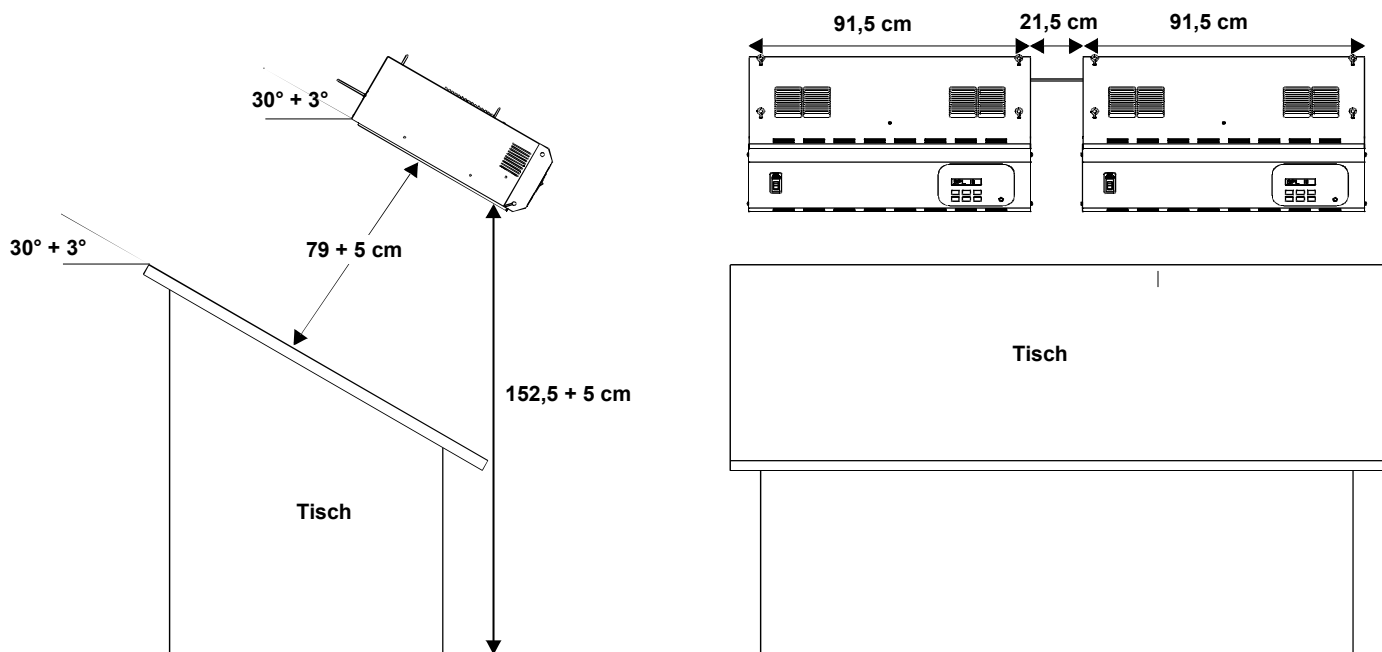

Abbildung 10. Empfohlene Installation der Deckenleuchte
3. Befestigen Sie die Ketten (nicht im Lieferumfang enthalten) den Ringbolzen, und hängen Sie den Leuchtkörper in der gewünschten Höhe und Winkel über dem Arbeitsbereich auf. Die Deckenleuchten sollten mindestens 60 cm von den Wänden entfernt montiert werden. Siehe auch Abbildung 10.